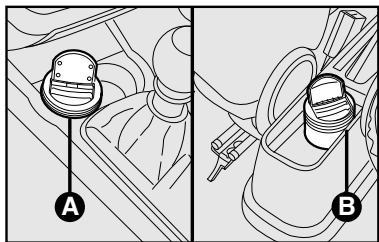

fig. 66
**CINZEIRO** - fig. 66
**Para atender os ocupantes dos bancos dianteiros A-fig. 66.**
**Para atender os ocupantes dos bancos traseiros B-fig. 66.**